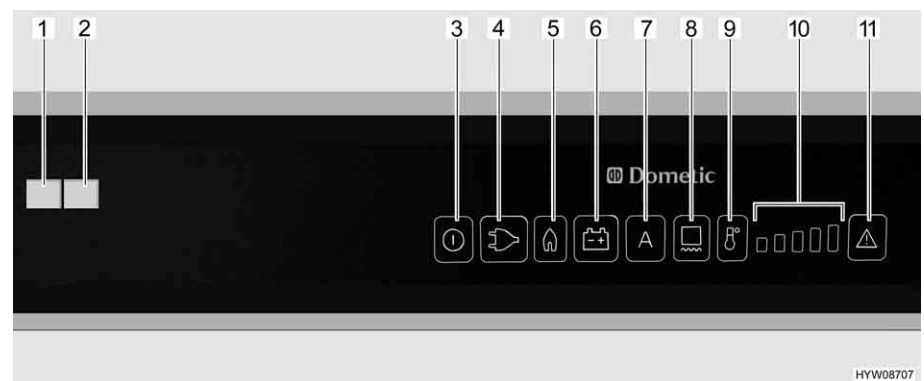

Fig. 195 Elementos de mando para el frigorífico (Dometic RMD)
Si está ajustado el modo de funcionamiento "AES", no está conectada **nin-guna** alimentación de 230 V y el motor del vehículo está **desconectado**, el AES seleccionará el suministro de gas. Al seleccionar el suministro de gas se abre automáticamente el seguro de encendido, de forma que puede fluir gas hacia el quemador. Simultáneamente se conecta el encendedor electrónico. Si se apaga la llama de gas, p. ej. debido a un golpe de viento, el encendedor se activa inmediatamente y enciende de nuevo el gas. En caso de avería en el funcionamiento a gas, los botones luminosos "Gas" (Fig. 195,5) y "Avería" (Fig. 195,11) estarán parpadeando. La luz de control "Avería" (Fig. 195,1) estará encendida, y sonará una alarma acústica durante 20 segundos.
Una vez conectado, el frigorífico selecciona automáticamente el ajuste medio del termostato. Este ajuste puede modificarse manualmente con la tecla de selección de grados de temperatura (Fig. 195,9). Las luces de control (Fig. 195,10) indican el ajuste seleccionado del termostato. Con la tecla de selección de grados de temperatura se ajusta la temperatura de refrigeración para los tres tipos de energía. Pasan algunas horas hasta que el frigorífico alcanza la temperatura de servicio normal. Al conmutar el modo de funcionamiento se mantiene el ajuste del termostato. La temperatura de refrigeración se mantiene independientemente del tipo de energía.
- Conectar la calefacción de marco por un período de 2 horas: Pulsar la tecla (Fig. 195,8) una vez. Estará encendida una barra de la visualización de niveles de temperatura (Fig. 195,10).
- Conectar la calefacción de marco por un período de 5 horas: Pulsar la tecla (Fig. 195,8) dos veces. Estarán encendidas dos barras de la visualización de niveles de temperatura (Fig. 195,10).
- Ajustar la calefacción de marco en funcionamiento continuo: Pulsar la tecla (Fig. 195,8) tres veces. Estarán encendidas tres barras de la visualización de niveles de temperatura (Fig. 195,10).
La visualización de niveles de temperatura (Fig. 195,10) visualizará el tiempo de funcionamiento de la calefacción de marco por algunos segundos.
En caso de alta temperatura exterior y un gran índice de humedad atmosférica, se pueden formar gotas de agua en el marco metálico del compartimento congelador. Por este motivo, el frigorífico está equipado con una calefacción de marco en el compartimento congelador. En caso de altas temperaturas y un índice alto de humedad atmosférica, conectar la calefacción de marco con la tecla (Fig. 195,8). De esta manera se evita la corrosión. Si está conectada la calefacción de marco, estará encendido el botón luminoso (Fig. 195,8).
- Pulsar la tecla On/Off (Fig. 195,3) por aprox. 2 segundos. El frigorífico se conectará, se visualizará el tipo de energía ajustado más recientemente o "AES".
- Ajustar la temperatura de refrigeración con la tecla de selección de grados de temperatura (Fig. 195,9). Las luces de control (Fig. 195,10) indican el ajuste seleccionado del termostato.
- Pulsar la tecla On/Off (Fig. 195,3) por aprox. 2 segundos. El frigorífico se desconectará, ya no estará encendido ningún visualizador.